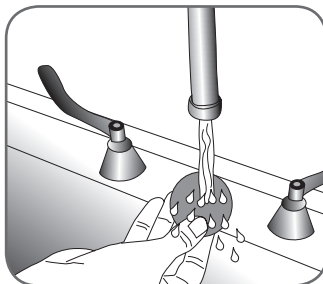

Abbildung 6-15: Befeuchten der L300-Gewebeelektroden
4. Befeuchten Sie die L300-Gewebeelektroden, bis sie sich mit Wasser vollgesogen haben (siehe Abbildung 6-15).